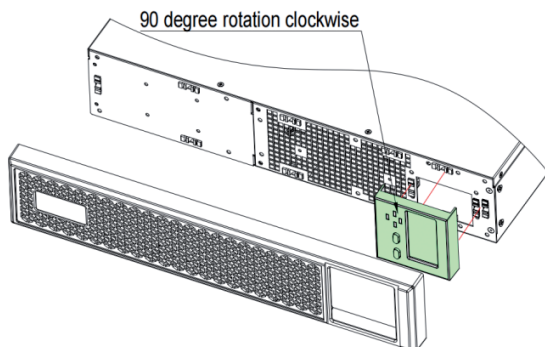

Рисунок 3.3. Поворот ЖК-дисплея
- б) Извлечь дисплей и повернуть его на 90 градусов по часовой стрелке, после чего вставить на место (см. Рисунок 3.3).